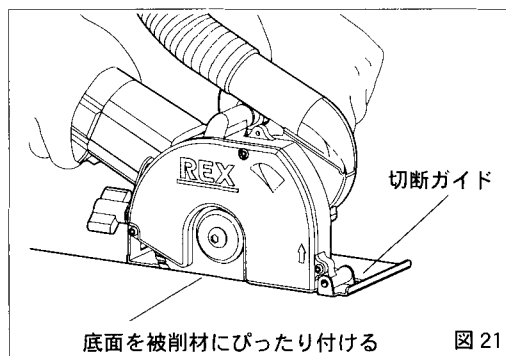

図 21
3. 底面がフラットになっていますので、被切削材にぴったり付けて作業を行ってください。(図21)